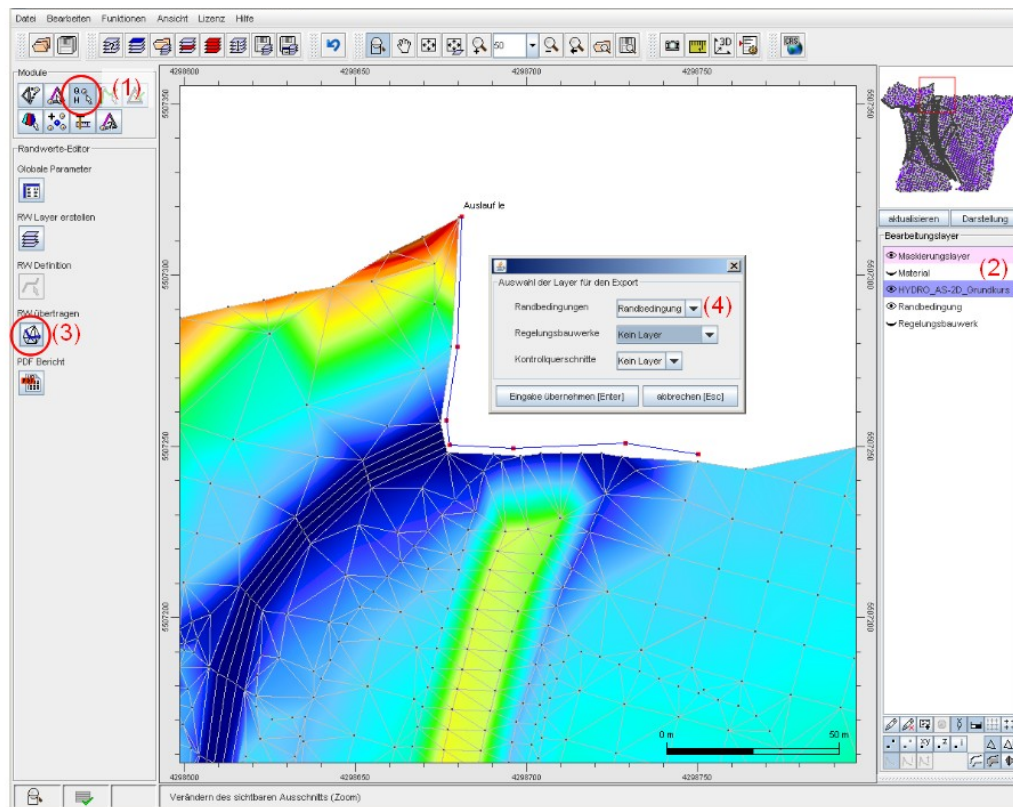

Abbildung 18: Übertragen der Randbedingungs-Polylinie auf die Netzknoten.
Nach der Definition der Randbedingung, können die definierten Knoten aus dem Randbedingung-Layer auf den Netzlayer (hier: HYDRO_AS-2D_Grundkurs.2dm) übertragen werden (frei definierte Knoten aus dem Randbedingung-Layer werden den Knoten des Netzes zugewiesen). Dazu wird in das Modul 'Randwerte-Editor' (1) gewechselt (vgl. Abbildung 18). Klicken Sie nun in der Layer-Liste auf den Netzlayer (HYDRO_AS-2D_Grundkurs.2dm); dieser muss aktiv sein (2). Jetzt kann unter der Verwendung der Funktion 'RW übertragen' (3), in dem sich anschließend öffnendem Fenster der Randbedingungstyp, welcher an das Netz angepasst werden soll, ausgewählt werden (hier: der Randbedingung-Layer) (4).